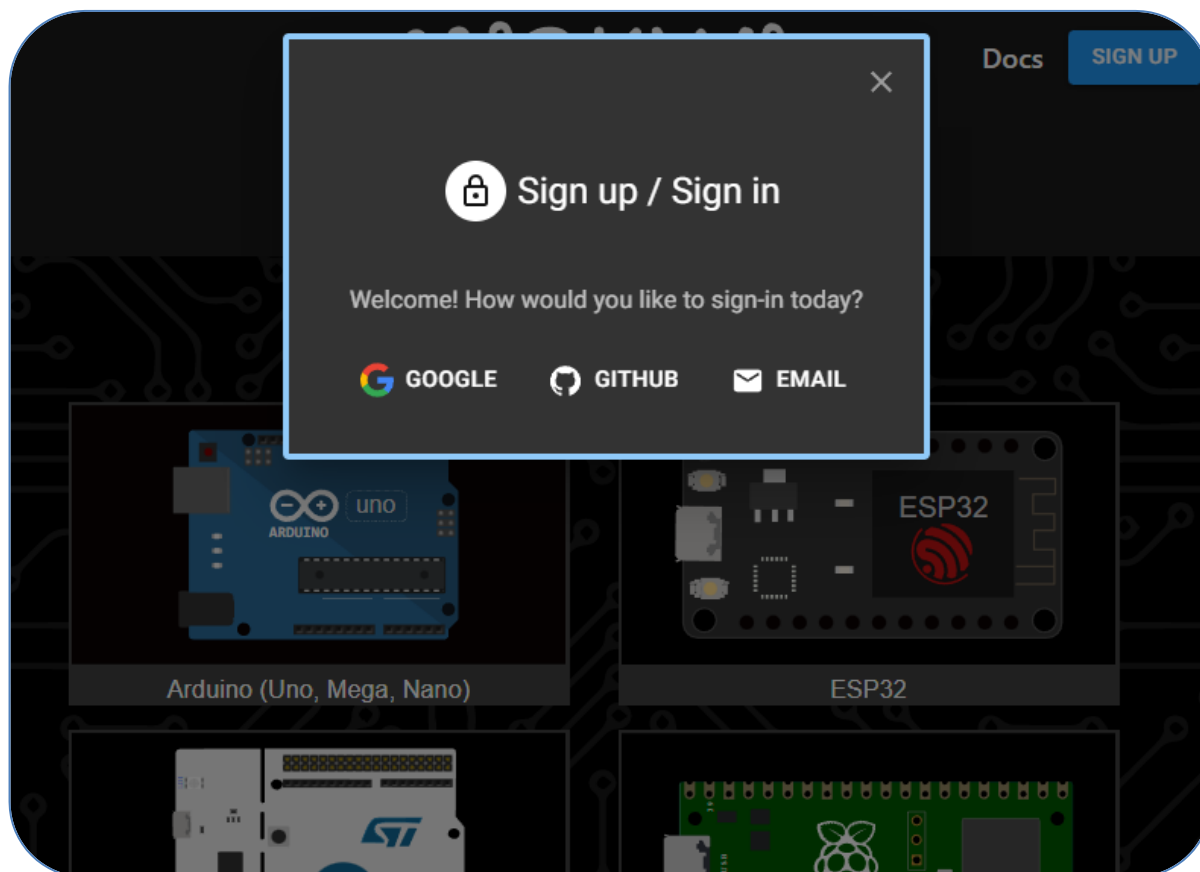

Рис. 1.2. Меню реєстрації на сайті Wokwi
1. Перейдіть за посиланням (Симулятор Wokwi : сайт URL: <https://wokwi.com/>) та зареєструйте власний аккаунт (рис. 1.2).